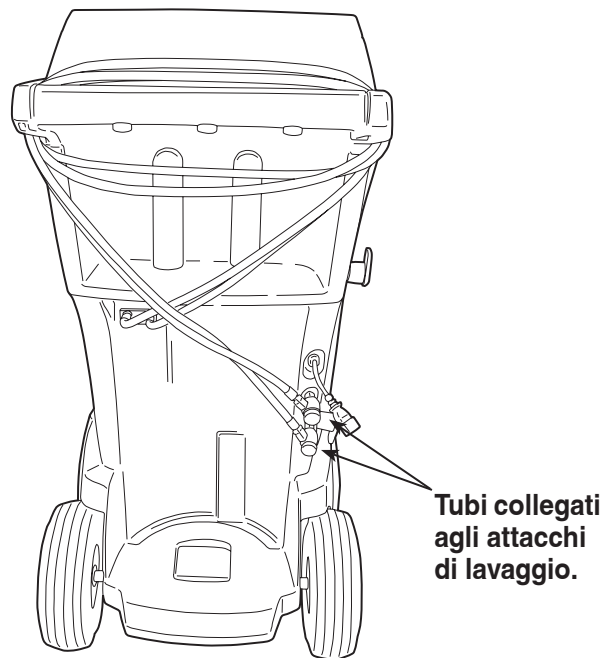

Figura 23
2. Avvolgere due volte i tubi di servizio intorno al manico e collegarli agli attacchi di lavaggio. Vedi Figura 23.